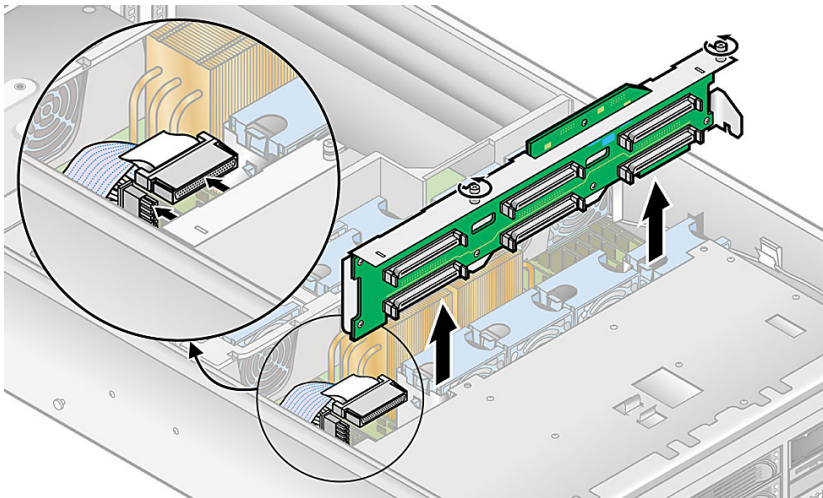

图 4-19 拆除 SCSI 底板部件
4. 断开 SCSI 信号电缆和电源电缆与 SCSI 底板电路板的连接（请参见图 4-19）：
5. 拧松将 SCSI 底板部件固定至底盘的两颗自持螺钉（请参见图 4-19）。